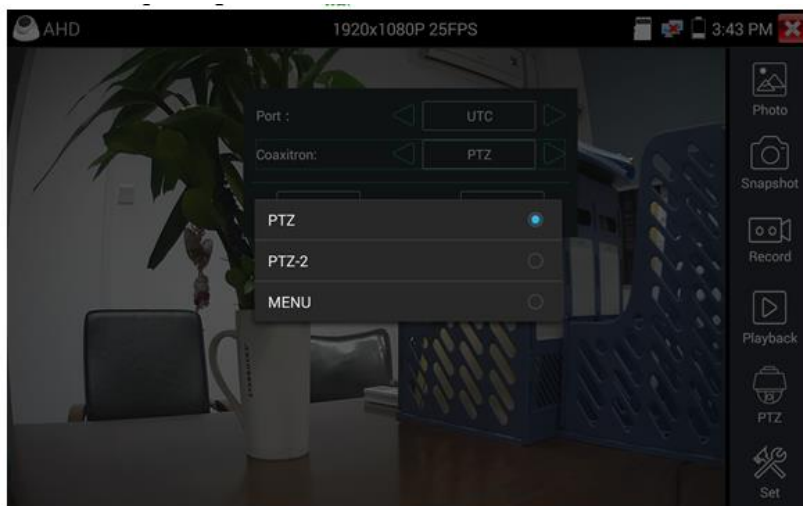

Рис. 110 Настройки для управления PTZ TVI видеокамерой по коаксиальному кабелю
- 3) В строке Coaxitron выберите соответственно PTZ или PTZ-2. AHD видеокамеры в отличие от CVI и TVI используют несколько протоколов для управления по коаксиальному кабелю (рис. 110);